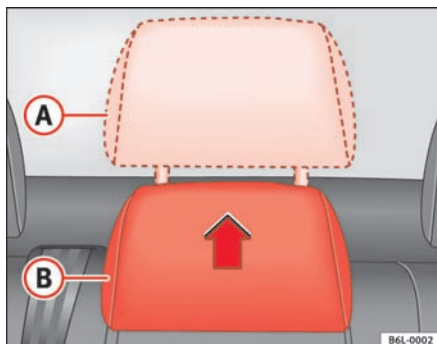

Fig. 5 Indstilling af midterste hovedstøtte bagi
- Hovedstøtte oppe eller brugsposition **A** ⇒ fig. 5. I denne position fungerer hovedstøtten som en almindelig hovedstøtte, og sammen med sikkerhedssele beskytter den passageren på den midterste bagsædeplads.
- Hvileposition **B** ⇒ fig. 5. Denne position forbedrer førerens udsyn bagud.